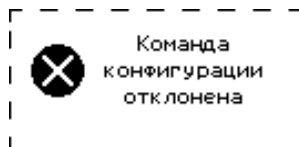

Рис.6.5 Ошибка выполнения команды конфигурации
**Примечание** - Если вводимый код уже записан под другим порядковым номером, будет выдан тройной звуковой сигнал, на ЖК-дисплее отображается сообщение с ошибкой выполнения команды конфигурации (рисунок 6.5). Необходимо ввести другой код или удалить ранее введенный.